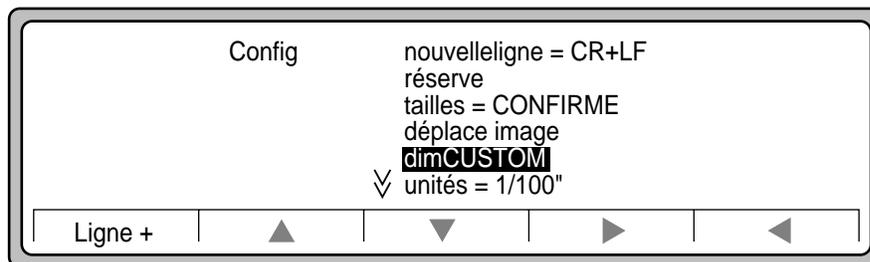

Figure 3-21 Sélection de dimCUSTOM
13. Appuyez sur ▲ pour sélectionner dimCUSTOM (Figure 3-21).